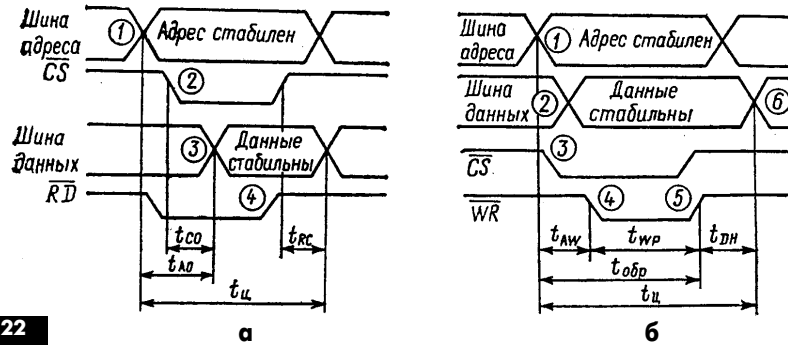

рис. 22
**Рис.22** иллюстрирует временные диаграммы операций считывания (а) и записи информации (б). Операция считывания начинается с установления на шине адреса требуемой ячейки памяти (1), после чего подается сигнал выбора кристалла CS (2). Через некоторое время содержимое данной ячейки памяти появляется на выходе данных (3), и под действием сигнала RD (4) это содержимое передается в какой-либо регистр микропроцессора. Время обращения равно большему из интервалов  $t_{co}$  и  $t_{ao}$ , где  $t_{co}$  –